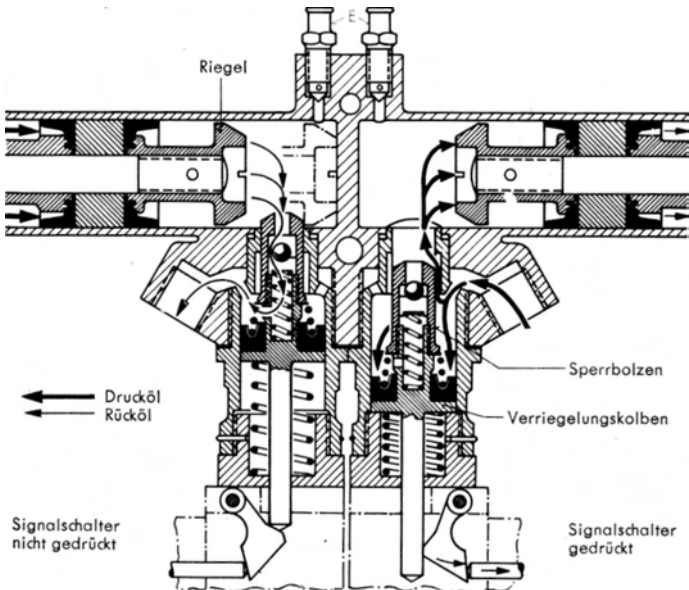

Abb. 12 Bolzenverriegelung
In Abb. 12 wird (links) der Verriegelungsvorgang der Landeklappenstrebe gezeigt. Der Riegel drückt den Sperrbolzen beim Überfahren nieder. Die strichpunktierte Linie zeigt die verriegelte Endstellung. Der Signalschalter wird nicht gedrückt.
- 12 Sperrbolzen (siehe auch Abb. 12)
(s. auch Abb. 12)